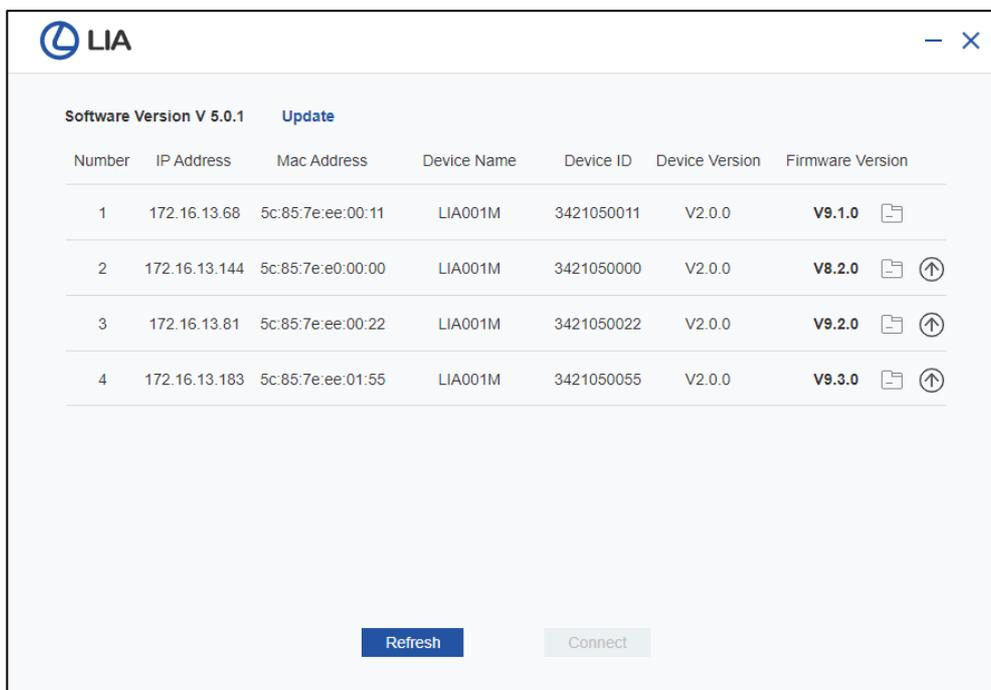

图 1.7-3 LIA001M 操作软件连接界面
2、进入设备连接界面，选中需要连接的设备，点击“Connect（连接）”（如图 1.7-3 所示）。